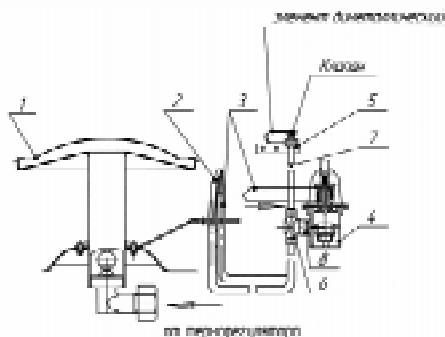

Рис. 3. Схема подключения автоматики безопасности по тяге к магнитному клапану, горелке запальной, термопаре:
5.5. Датчик тяги, при отсутствии тяги в дымоходе работающего аппарата, автоматически гасит пламя запальной горелки, отчего магнитный газовый клапан полностью перекрывает доступ газа к горелкам (рис. 3).